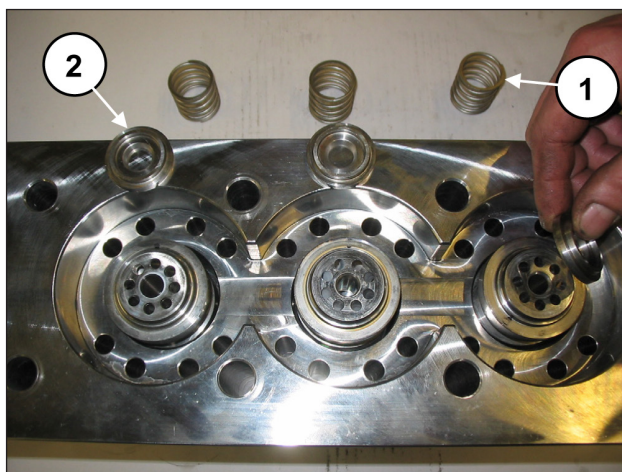

Fig. 114
Durante el desmontaje de las camisas es importante no perder los muelles de la válvula ni las válvulas planas (pos. ① y ②, Fig. 114) ya que al estar montadas sólo por contacto podrían caerse.